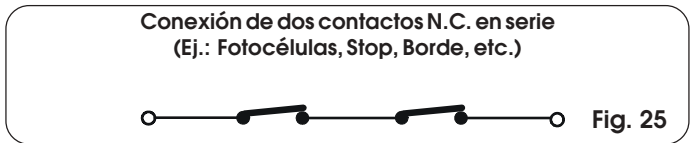

Fig. 25
**NOTA:** Si dos o más dispositivos de seguridad tienen la misma función (apertura, cierre, apertura y cierre, borde de seguridad) los contactos deben conectarse en serie entre sí (fig. 25). Deben utilizarse contactos N.C.
Para instalar varios dispositivos de seguridad, conecte los contactos N.C. en serie (fig. 25).
Para instalar varios dispositivos de STOP conecte los contactos N.C. en serie (fig. 25).
El Dispositivo de seguridad borde, si está ocupado con la cancela cerrada o abierta, impide el movimiento. Para instalar varios dispositivos de seguridad, conecte los contactos N.C. en serie (fig. 25).